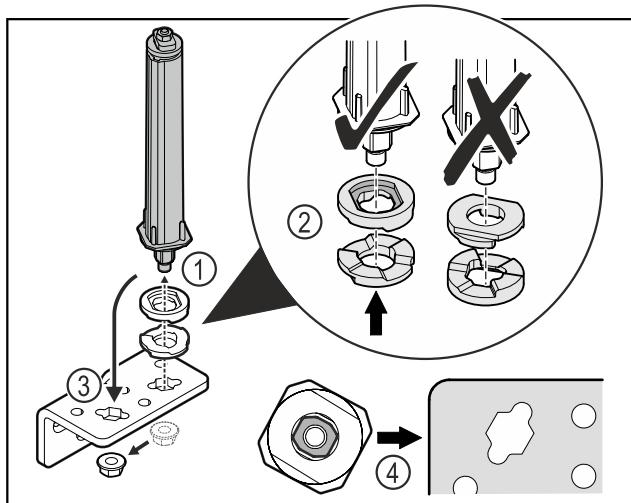

Fig. 41
- Atlaisvinkite veržlę ir pašalinkite durų uždarymo sistemą Fig. 41 (1).
- Atkreipkite dėmesį į tai, kad aukščio reguliauvimo poveržlės būtų tinkamai išlygiuotos Fig. 41 (2).
- Perkelkite durų uždarymo sistemą šarnyriniame kampuotyje ir užfiksuojite veržlę Fig. 41 (3).
- Istatydami atkreipkite dėmesį į tai, kad durų uždarymo sistema būtų tinkamai išlygiuota Fig. 41 (4).